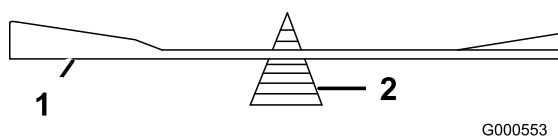

Figura 51
2. Verifique el equilibrio de la cuchilla colocándola sobre un equilibrador de cuchillas (Figura 51).